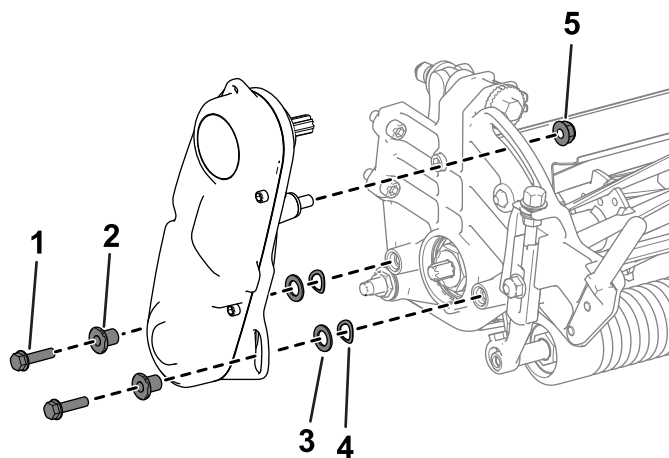

Figura 43
2. Rimuovete la bulloneria che fissa il gruppo di rotazione del cilindro alla piastra laterale (Figura 43).
3. Rimuovete il gruppo di trasmissione del cilindro, le rondelle piane, le rondelle elastiche e i distanziali dalla piastra laterale (Figura 43).